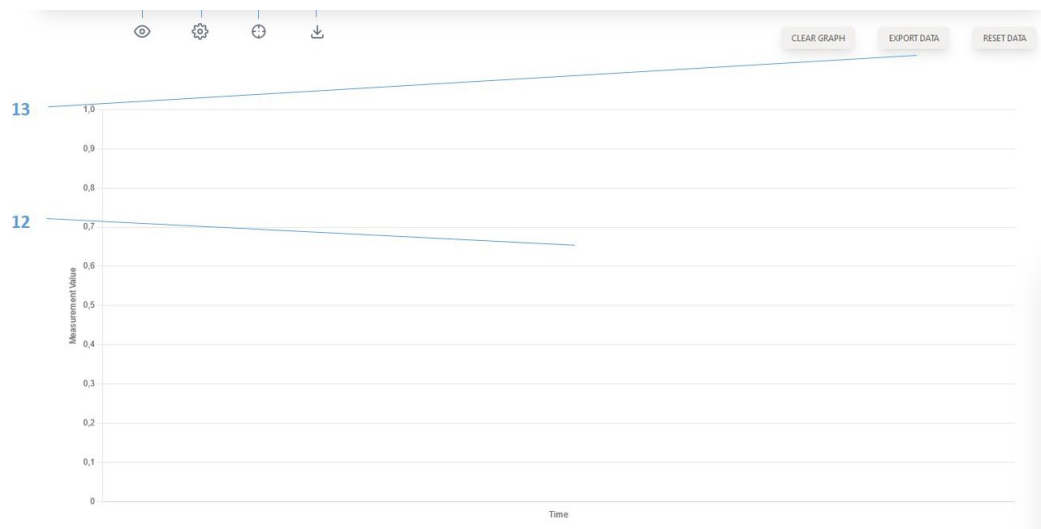

Abb. 11: Startbildschirm – Hauptbildschirm
Der Hauptbildschirm (12) zeigt entweder ein Diagramm mit den aktuellen Daten (z. B. für Messungen oder Kalibrierung, siehe Abb. 11) oder wichtige Pop-up-Informationen. Auf dem Startbildschirm ist das angezeigte Diagramm leer, da noch keine Daten verfügbar sind.